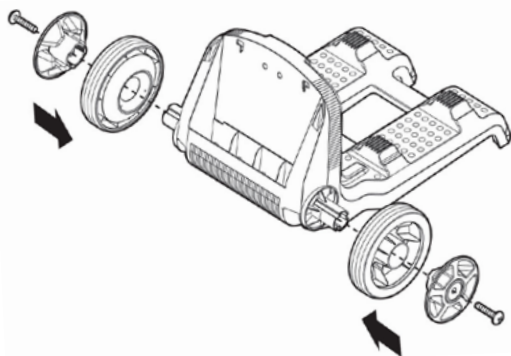

Figura 8
1. Utilizando dos de los tornillos Phillips más cortos incluidos con el carrito, asegure las ruedas del carrito al chasis del mismo. Ver **Figura 8**.